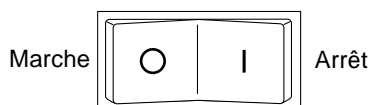

FIGURE 2-3 Fermeture du commutateur de marche/arrêt
6. Appuyez sur le bouton marche/arrêt de chaque alimentation pour mettre sous tension (position Marche) (FIGURE 2-3).